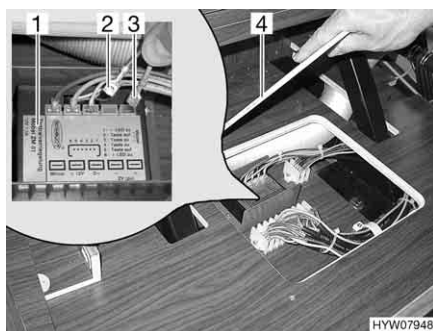

Fig. 71 Apparecchio di controllo per chiusura centralizzata nel blocco cucina
- Rimuovere la copertura (Fig. 71,4) dall'apparecchio di controllo.
- Nell'apparecchio di controllo (Fig. 71,1) estrarre i cavi "ZV+" (blu) (Fig. 71,3) e "ZV-" (marrone) (Fig. 71,2).